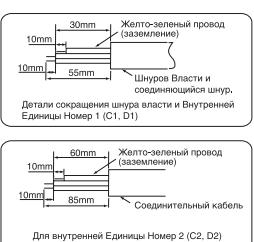

Рис. 3-2
- 1 Обрезать соединительный кабель и сетевой кабель, удалить изоляцию проводов, как показано на рис. 3-2.